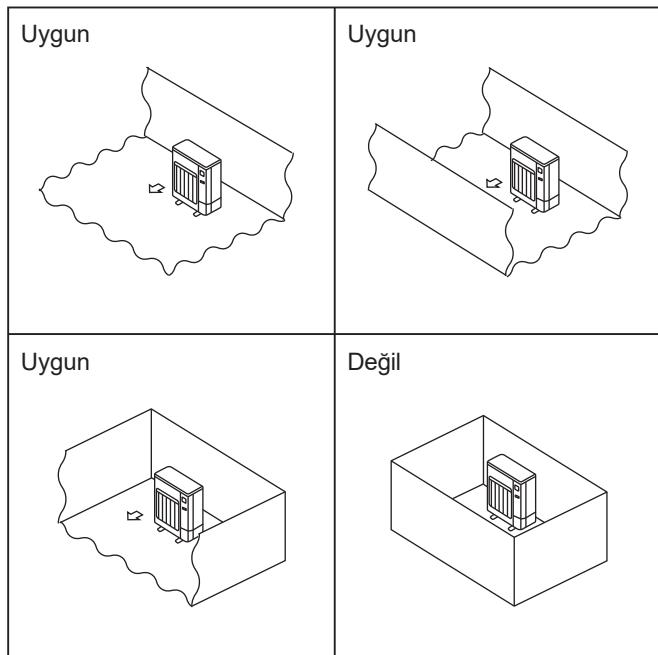

Fig. 2-1
- Dış üniteleri, dört yanından en az bir tanesi açık olan ve çukurlar olmayan yeterinçe geniş bir alana yerleştirin. (Fig. 2-1)